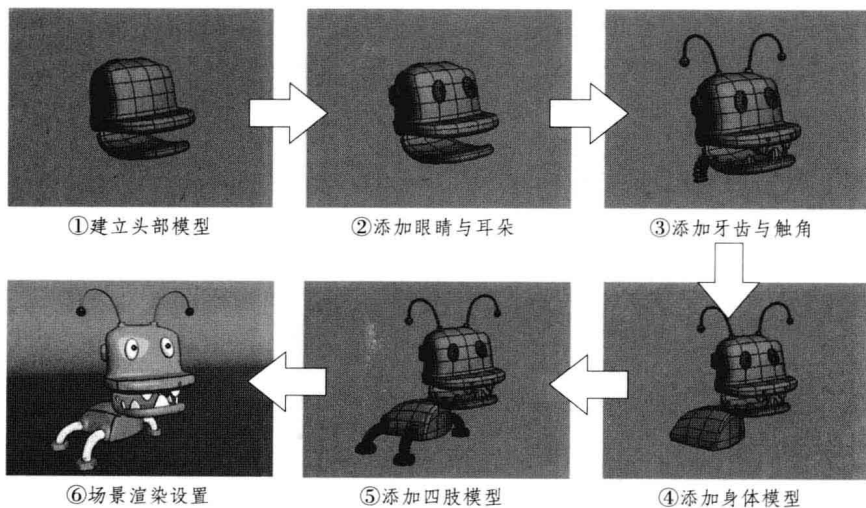

图4-2 《卡通机械狗》制作总流程(步骤)图
四、制作流程及技巧分析 制作本例时,先建立长方体并通过编辑多边形命令制作基础头部模型,然后又对模型进行边缘与平滑的细节处理。为卡通机械狗的头部添加眼睛、耳朵、牙齿、凹槽、天线和颈部模型,再通过长方体编辑出身体模型与四肢的关节部分。使用螺旋线设置,渲染显示后进行弯曲操作,然后再使用6边的圆柱体制作出脚模型,最后将所有制作的模型进行精细组合,再设置二维卡通的材质效果即可。本例分为6个制作总流程(步骤):①建立头部模型、②添加眼睛与耳朵、③添加牙齿与触角、④添加身体模型、⑤添加四肢模型、⑥场景渲染设置,见图4-2。